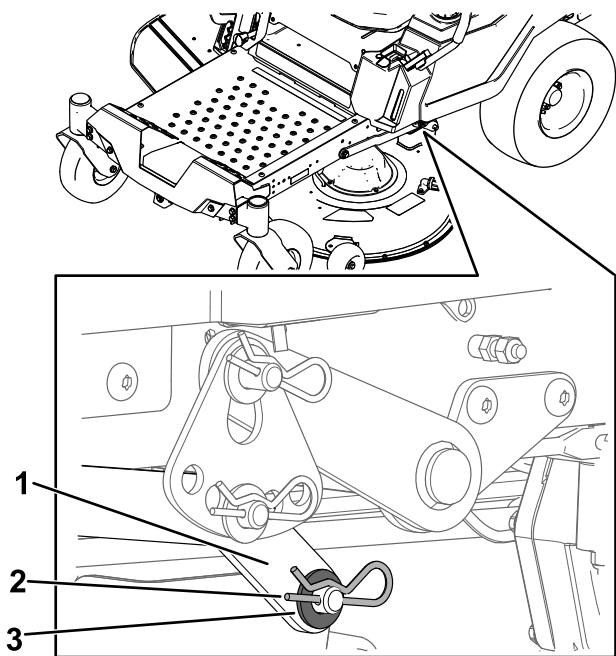

Figura 71
7. En un lado de la máquina, retire la arandela y la chaveta del pasador de la carcasa (Figura 71).
8. Retire el brazo de elevación del pasador de la carcasa (Figura 71).
5. En un lado de la máquina, eleve la parte trasera de la carcasa del cortacésped e instale el brazo de elevación en el pasador de la carcasa (Figura 71).
6. Instale el brazo de elevación con la arandela y la chaveta (Figura 71).